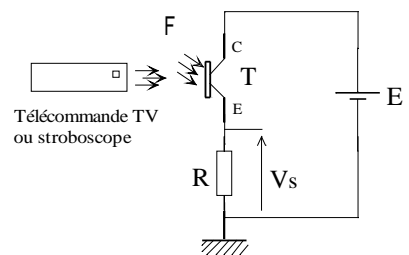

Figure 34 Utilisation d'un phototransistor
(1) Réaliser le montage de la (Figure 34) avec  $R = 1 \text{ k}\Omega$  et  $E = 6 \text{ V}$ .
(2) Approcher une télécommande TV (ou utiliser le stroboscope) du phototransistor et observer la tension  $V_s$  à l'oscilloscope. Commenter et expliquer le fonctionnement du montage.
(3) Quel est le principe du phototransistor ? Quels sont les avantages et inconvénients par rapport à une photodiode ?